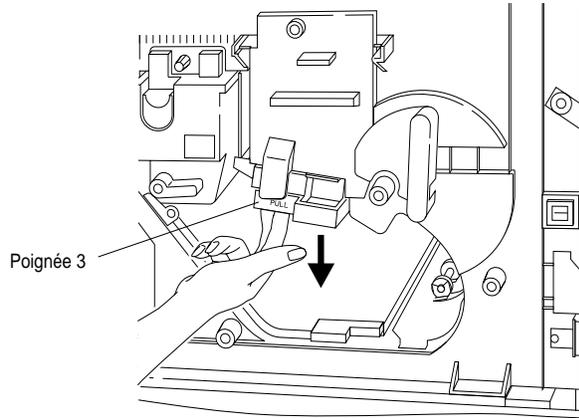

Figure 5-6 Poignée 3 et guide de l'unité de transfert
2. Tirez délicatement sur la poignée 3 pour déverrouiller et libérer le guide de l'unité de transfert. Abaissez-le avec précautions et laissez-le reposer sur le bas de la partie intérieure de l'imprimante. Reportez-vous à la Figure 5-6.